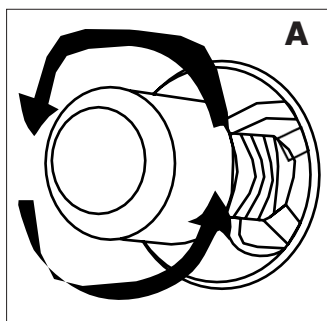
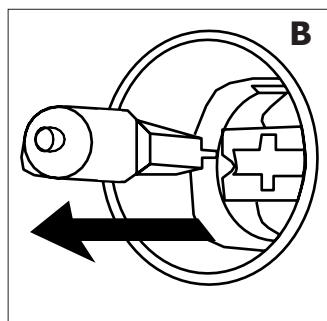

Рисунок 24
Рисунок 25
3. Затем извлеките лампу изделия, повернув ее (см. рис. 24), если она относится к типу **A**, или потянув за нее (см. рис. 25), если она относится к типу **B**.